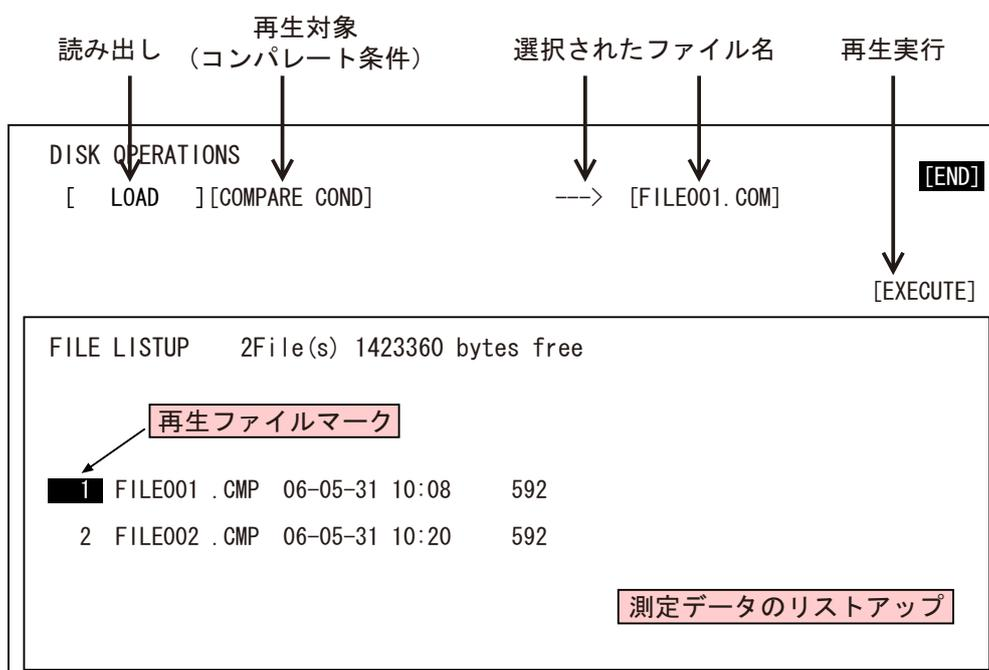

図 13
(8)と同様の操作で各項目を図 13 の様に設定します。再生では〔LOAD〕〔COMPARE COND〕に設定します。